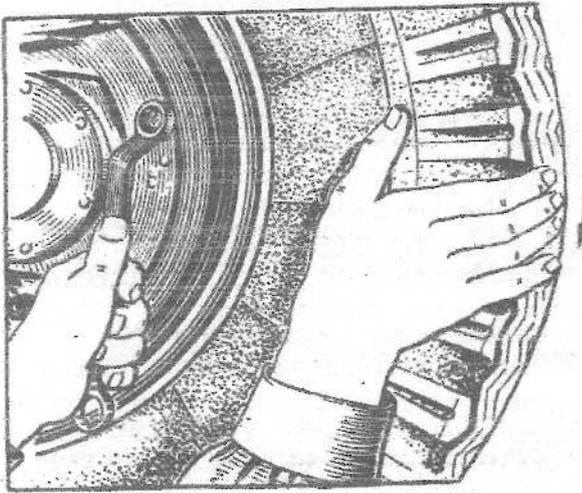

Bild 59. Einstellen des Spiels zwischen Bremsbacken und Brems-trommel des Hinterrades
2. Rad langsam durchdrehen und hierbei den Einstellkegler drehen, bis das Rad abgebremst wird (Bild 59).